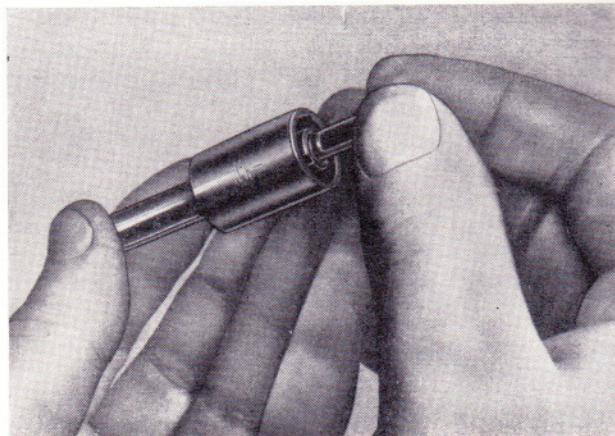

Bild 149
- Einspritzdüse um etwa 30° zur Senkrechten neigen und die Düsennadel ungefähr um ein Drittel ihrer Gleitfläche aus dem Düsenkörper herausziehen (Bild 149).